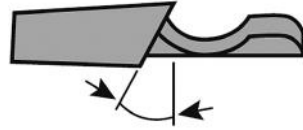

Рис. 7 Определение угла заточки режущего зуба по горизонтали
3. Определите угол заточки режущего зуба по горизонтали (Рис. 7).